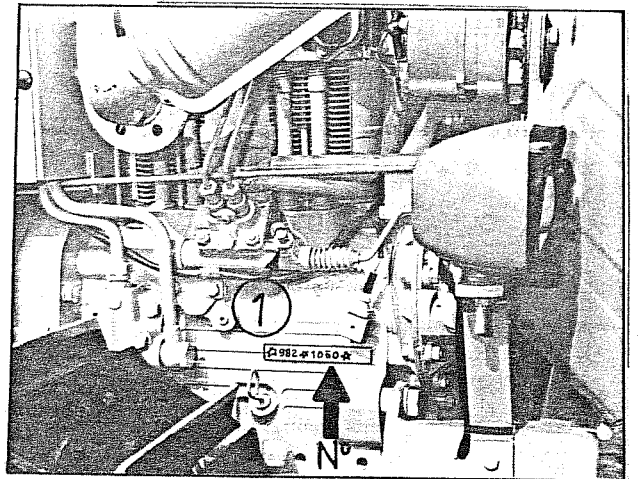

fig. 3
blocco (fig. 3).
- 1) Tirare il bottone supplemento gasolio (1 fig.3)